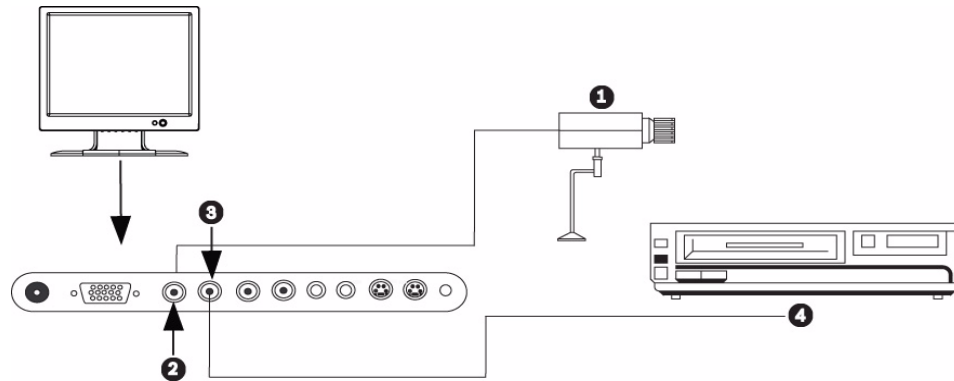
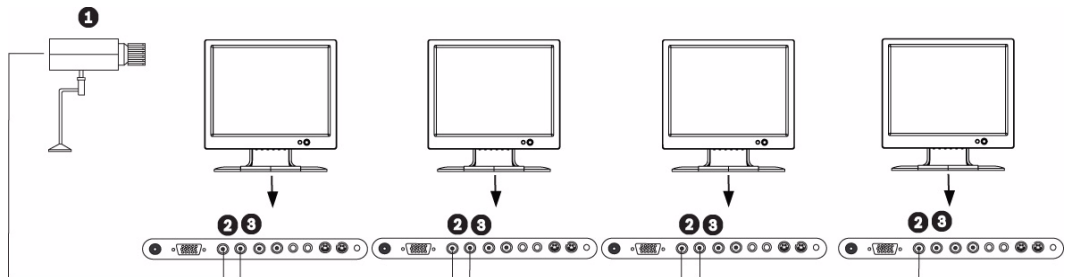

Рисунок 6.5 Конфигурация с одним монитором
Рисунок 6.6 Конфигурация с несколькими мониторами
ПРИМЕЧАНИЕ: все видеовходы представляют собой активные проходные входы. Импеданс автоматически устанавливается на 75 Ом входным сигналом на входном разъеме при работе в режиме одного подключения (см. *Рисунок 6.5*). Если кабель подключен также к выходному разъему, видеосигнал может быть передан на другой монитор, подключенный через пассивный проходной вход. Таким образом можно подключить до трех (3) проходных мониторов (см. *Рисунок 6.6*).